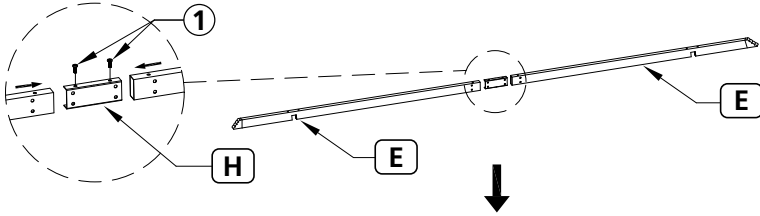

Fig. 2
Coloque el conector del travesaño (I) donde se unen estos travesaños (E) como se ilustra aquí, vea la Fig. 2.